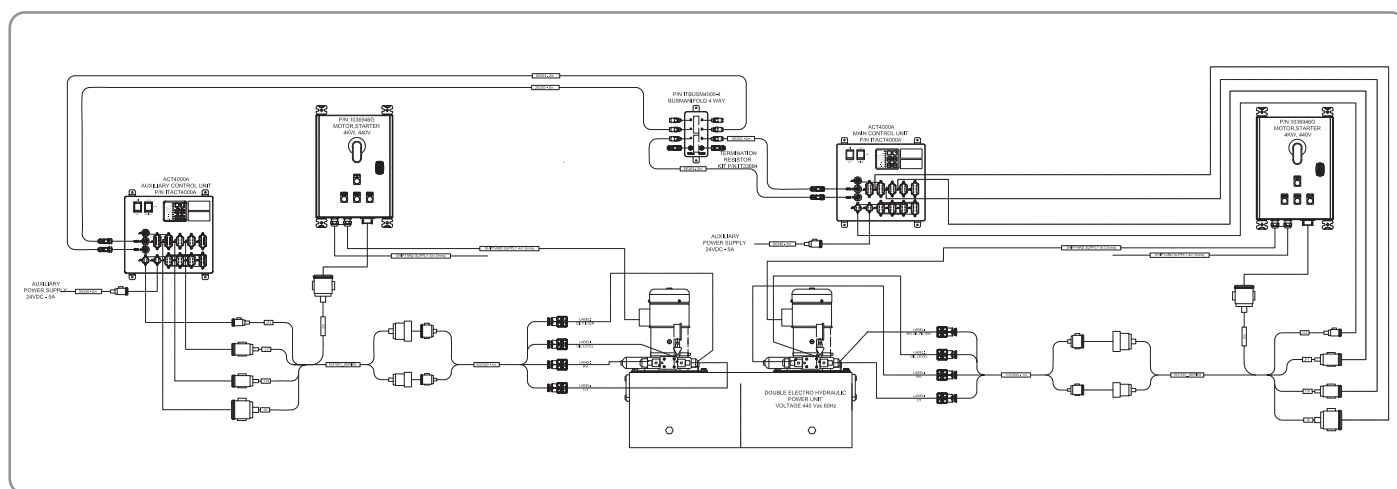

Figura 49 - Installazione Centralina Elettro-idraulica:
Per la centralina elettro-idraulica con un serbatoio e due motori AC installati, vedere *Figura 49*, questi cablaggi sono installati tra la centralina elettro-idraulica e le centraline ACT4000A Primaria e Ausiliaria/Emergenza, di questo sistema ridondante, operando come segue:
9. Collegare il cablaggio 1037600 ai connettori sul lato scelto come Primario della centralina elettro-idraulica rispettando la posizione riferita alla targhetta. La Figura 49 indica la posizione delle connessioni sulla centralina elettro-idraulica.